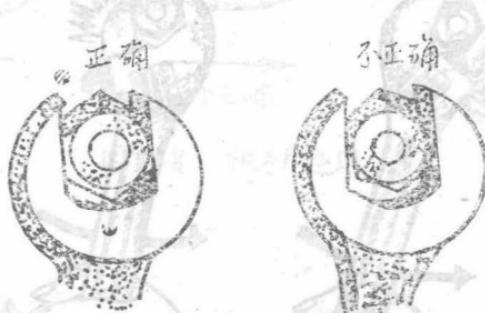

图225 板手的选用
1. 选用各种扳手时，扳口大小必须符合螺帽或螺栓头的尺寸，如图225所示。如果扳口松旷，则容易滑脱，损坏扳手或螺帽的棱角，甚至会碰伤人。